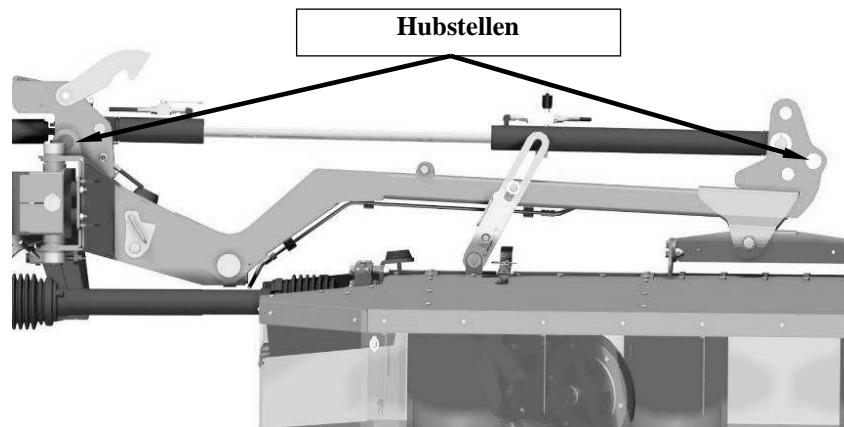

Bild 6. Hubstellen
- ❑ Maschine soll nur an Hubstellen gegriffen werden (Stellen mit Haken bezeichnet) (**Bild 6**),